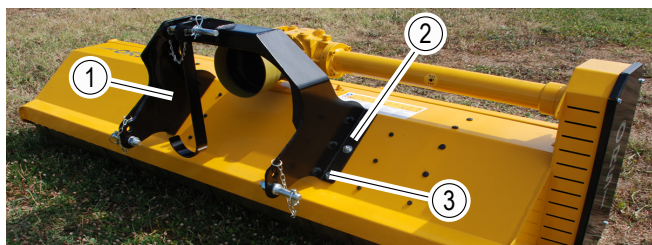

Fig.29
- Avvicinare il gruppo di spostamento (1, "Fig.29") fino a portare le staffe (2, "Fig.29") all'altezza dei fori presenti sulla struttura.
- Avvitare le viti (3, "Fig.29").
- Approach the side shift unit (1, "Fig.29") until the brackets (2, "Fig.29") reach the height of the holes present on the structure.
- Tighten the screws (3, "Fig.29").
- Approcher le groupe de déplacement (1, "Fig.29") jusqu'à porter les étriers (2, "Fig.29") à la hauteur des trous présents sur la structure.
- Visser les vis (3, "Fig.29").
- Bringen die Verschiebungseinheit (1, "Fig.29"), bis die Klammern (2, "Fig.29") zur Höhe der Löcher auf der Struktur vorhanden.
- Ziehen Sie die Schraube (3, "Fig.29").
- Llevar el desplazamiento (1, "Fig.29") hasta que los soportes (2, "Fig.29") sean a la altura de los agujeros de la estructura.
- Atornillar los tornillos (3, "Fig.29").
- Aproximar o grupo de deslocamento (1, "Fig.29") aos suportes (2, "Fig.29") esta-rem à altura dos furos da estrutura.
- Apertar os parafusos (3, "Fig.29").